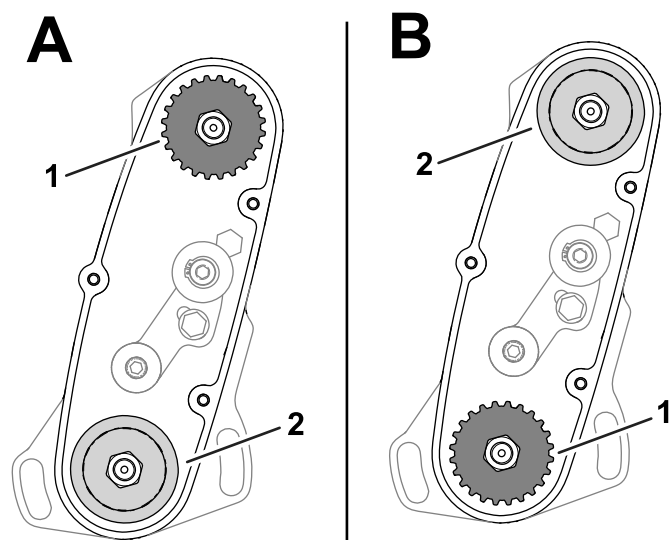

Figure 15
- Position **HAUTE** : « A » à la Figure 15
- Position **BASSE** : « B » à la Figure 15